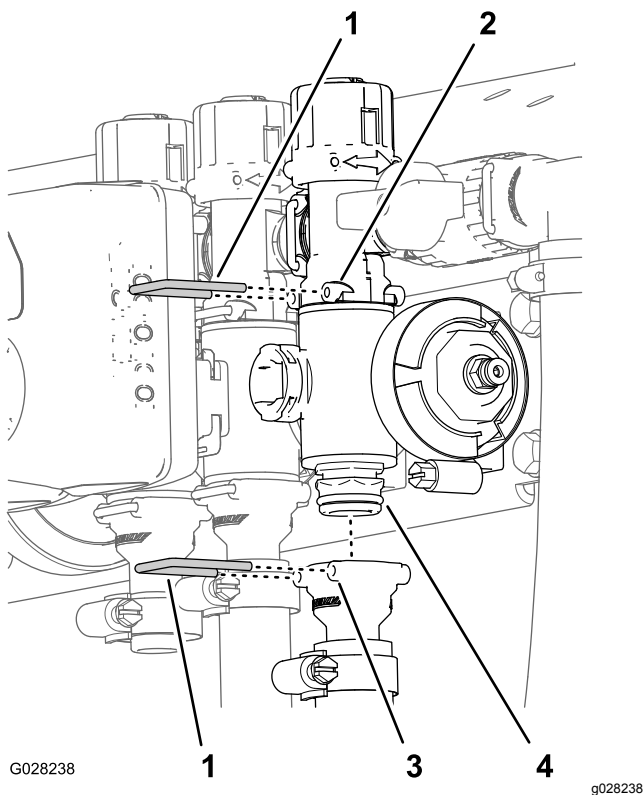

**Figure 68**
1. Déposez les colliers et les joints qui fixent le collecteur de la vanne de section (Figure 68) à la vanne de section adjacente (s'il s'agit de la vanne de section gauche, et accouplement réducteur).